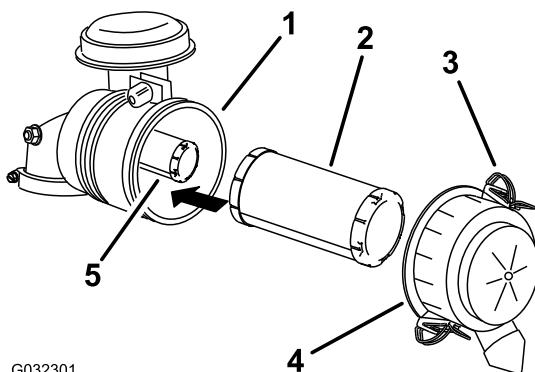

Figura 50
3. Abra los cierres del limpiador de aire y tire de la tapa de la entrada de aire para separarla del cuerpo del limpiador de aire (Figura 50).
5. Extraiga con cuidado el filtro primario de la carcasa del limpiador de aire (Figura 50).
2. Si va a cambiar el filtro de seguridad, deslícelo cuidadosamente en el cuerpo del filtro (Figura 50).
3. Deslice cuidadosamente el filtro primario por encima del filtro de seguridad (Figura 50).
4. Instale la tapa del limpiador de aire con el lado que lleva la palabra **up** hacia arriba, y fije los cierres (Figura 50).